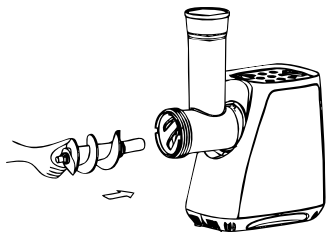

рис. 2
2. Поместите шнек в горловину узким концом вперёд и слегка проверните его пока он не войдет в тесный контакт с приводом электродвигателя (рис.2).